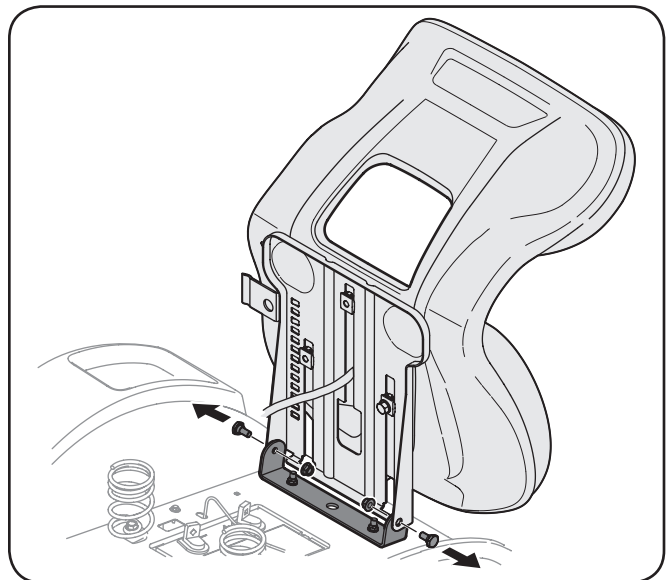

Figura 3-2
2. Quite los dos tornillos con reborde y las tuercas de seguridad con brida del contenedor del asiento tal como se muestra en Figura 3-2.